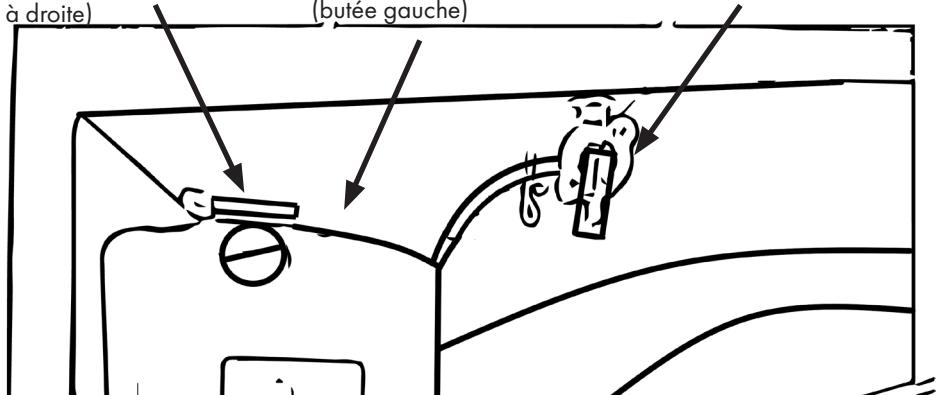

Figure 6
- Ouvrez le robinet de carburant. Voir également la figure 6. (la poignée du robinet est orientée vers le bas)